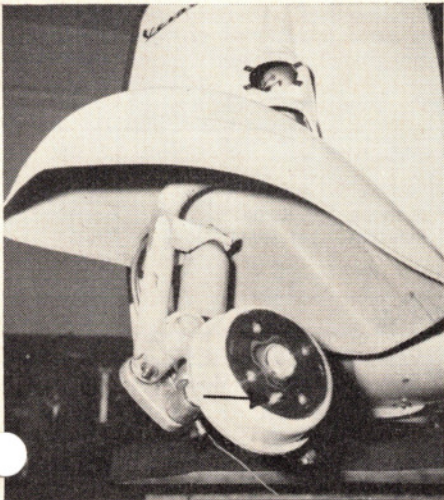

Bild 11: Pfeil zeigt auf Paßstift in der Bremsrommel.
2. Paßstift (s. Bild 11) aus Bremstrommel herausrauben und Trommel abnehmen.